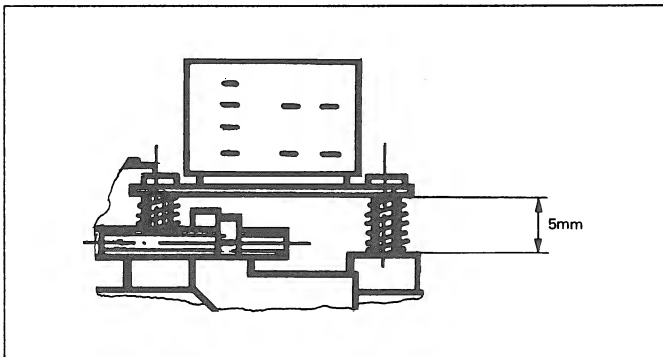

Fig. 3.7
- die Höhe des Tonkopfes ist mit den Schrauben [A], [B] und [C] auf 5 mm einzustellen (Fig. 3.7)